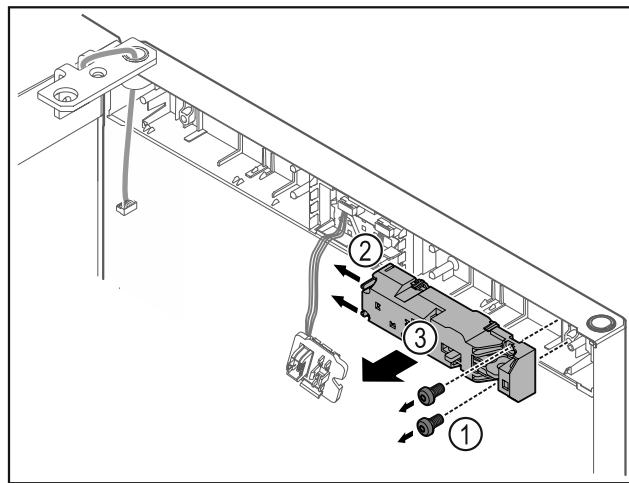

Fig. 23
- Ta bort skruvarna Fig. 23 (1).
- Tryck spärrklacken Fig. 23 (2) åt sidan och ta av fjärrlåset Fig. 23 (3).